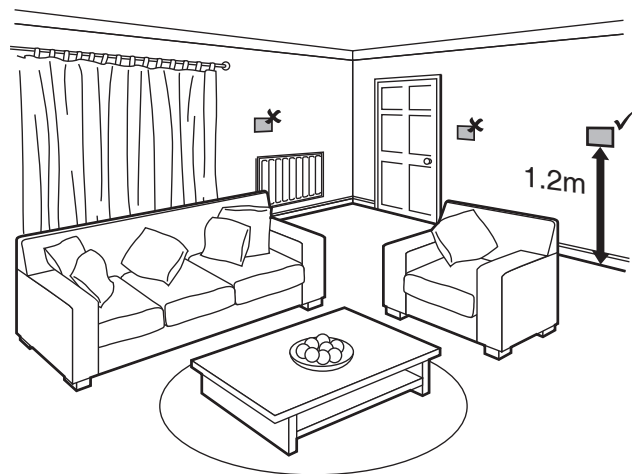

fig. 44 - Position de la sonde d'ambiance
- 2 Si la convention de comptage est : 230V pour chauffage et 0V pour ECS, raccorder l'appareil de comptage sur les bornes 17 (noir) et 18 (blanc) (fig. 44).